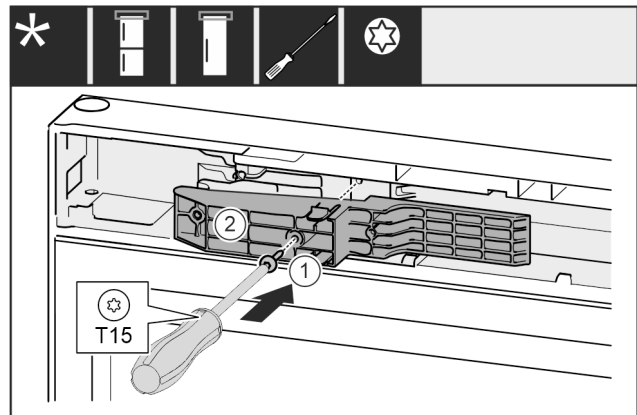

Fig. 70 \*
- ▶ 将把手侧的适配件 Fig. 70 (1) 插入凹槽。\*
- ▶ 将螺钉 Fig. 70 (2) 用螺丝刀拧紧。\*